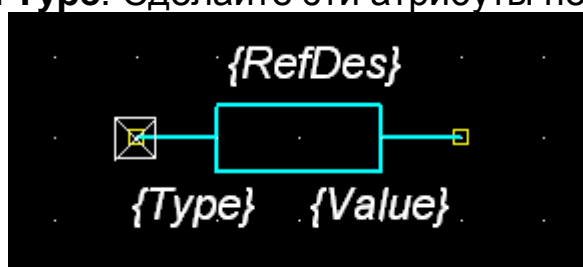

Рис. 8 УГО резистора с атрибутами
- 2.25 Повторяя операции пунктов 2.20-2.24 разместите атрибуты **Value** и **Type**. Сделайте эти атрибуты невидимыми (рис. 8).